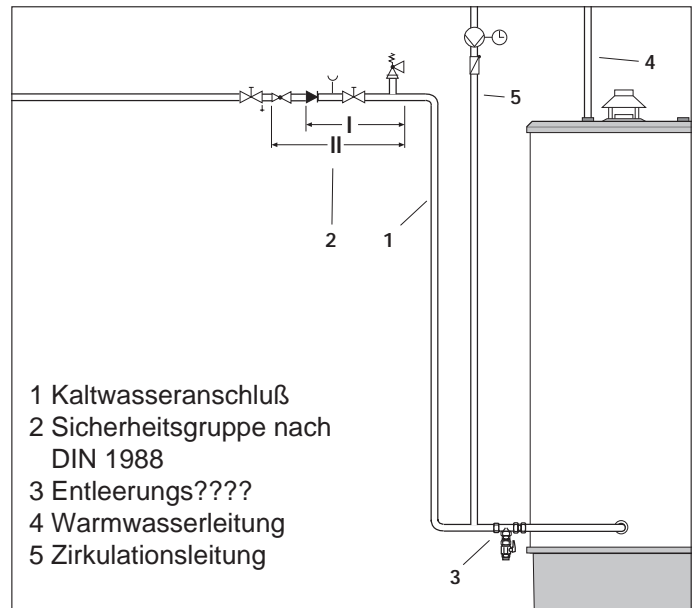

Abb. 4 Wasseranschluß
- In den Kaltwasserzulauf (Abb. 4, Position 1) sind die erforderlichen Sicherheitseinrichtungen (Abb. 4, Position 2) zu installieren. Wir empfehlen, das Rapido Sicherheitscenter mit 12 Liter Ausdehnungsgefäß einzusetzen. Soll ohne Ausdehnungsgefäß gearbeitet wer-
- Bauen Sie in der Kaltwasserleitung eine Entleerungsmöglichkeit für den Speicher ein. (Abb. 4, Position 3)
- Installieren Sie die Warmwasserleitung (Abb. 4, Position 4) und ggf. eine Zirkulationsleitung (Abb. 4, Position 5).